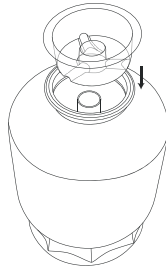

Figura 5
- b. En los filtros en fibra de vidrio con válvula superior coloque la tapa plástica para cubrir la boca del tubo interno, y de esta manera la arena se pueda cargar al filtro sin invadir de arena el tubo central (Ver figura 5). En caso de los filtros con válvula lateral no se incluye este accesorio (debido a la ubicación del tubo interno no es necesario).